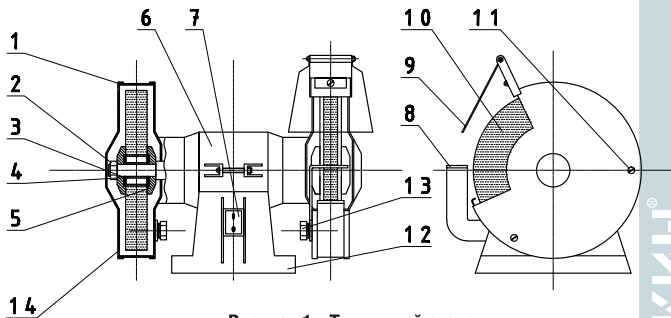

Рисунок 1 - Точильный станок.
2. Установить и закрепить экран прозрачный (9), подручник (8) рис.1.
- ослабляется гайка (2) (см. рис.1)
- затягивается гайка (2)
5. При работе допускается незначительное перемещение электроточила относительно опорной поверхности. Для исключения этого явления необходимо точильный станок закрепить на рабочем месте через отверстия в подставке (12) или установить его на резиновую прокладку.
**Внимание!** Установка шлифовального круга без картонных прокладок (3) (рис.1) не допустима. Запрещается заменять вилку двухполюсную с заземляющим контактом на вилку двухполюсную без электроточило в сеть без заземления.